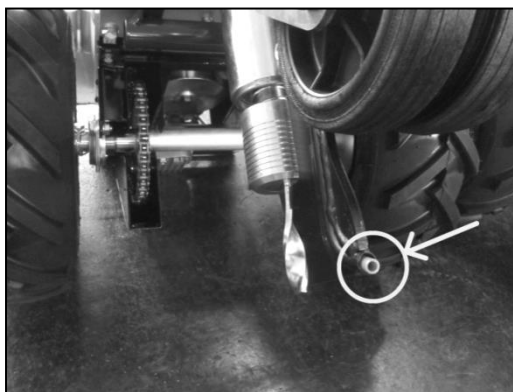

Рис. 2
- Проверьте целостность выходного отверстия для ограничительного провода на направляющей кабеля (подача) (рис. 2). В частности, проверьте целостность гибкой трубки внутри направляющей кабеля. В случае любых повреждений необходимо выполнить замену. Кроме того, убедитесь в отсутствии порезов вдоль кромки отверстия направляющей кабеля; кромка не должна быть острой или зазубренной. Замените поврежденную направляющую кабеля.